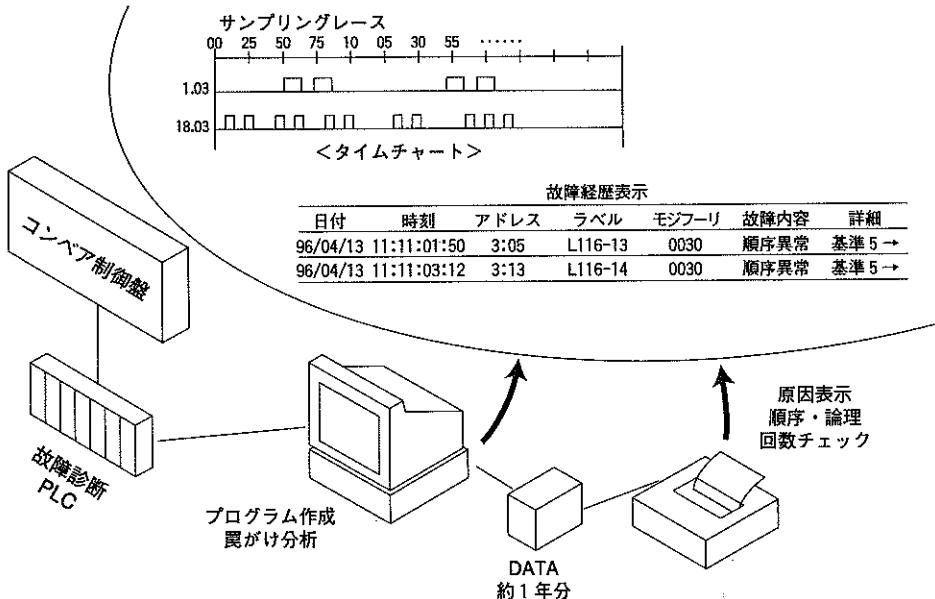

図 8
- ③ トラブル発生の早期発見し、即停止し被害の拡大を防止するシステムを構築する。(図 8)